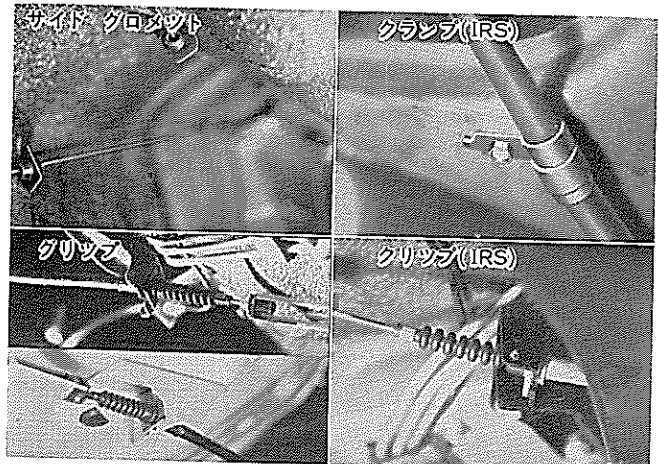

図13-137 ケーブル No.2, C9961 C9962 C9963 C9964 C9965
- ③ ケーブル No.1 × パーキング ブレーキ コントロール ハンドル 切り離し (図13-137参照)
- ④ フロント シート
- ⑤ ドア スカツ プレート
- ⑥ フロア カーベツト
- ⑦ ヒータ リヤ ダクト (右側)
- ⑧ ケーブル No.1 (グロメツト付)